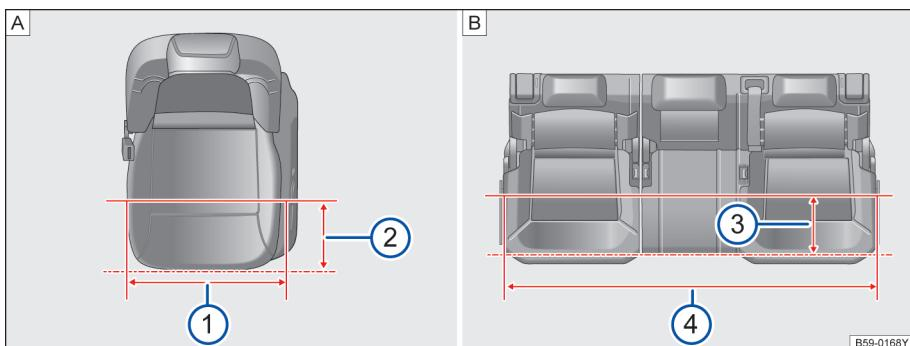

图 105 前排及第二排座椅座宽
如图→图 105[A]在距离前排座椅边缘 200mm
时→图 105[A]②, 前排座椅座垫宽度为
498.5mm→图 105[A]①。
如图→图 105[B]在距离第二排座椅边缘 200mm
时→图 105[B]③, 第二排座椅座垫宽度为
1378.9mm→图 105[B]④。